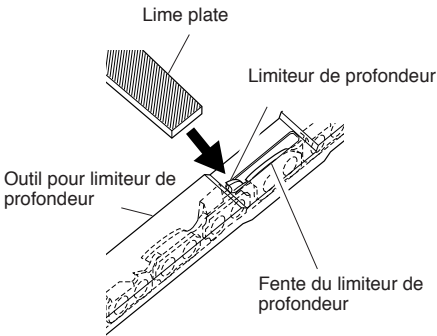

Figure 25 - Position de l'outil pour limiteur de profondeur sur la chaîne
1. Placer l'outil pour limiteur de profondeur fermement par-dessus 2 taillants. S'assurer que le limiteur de profondeur entre dans la fente de l'outil. (voir la Figure 25, à la page 68)